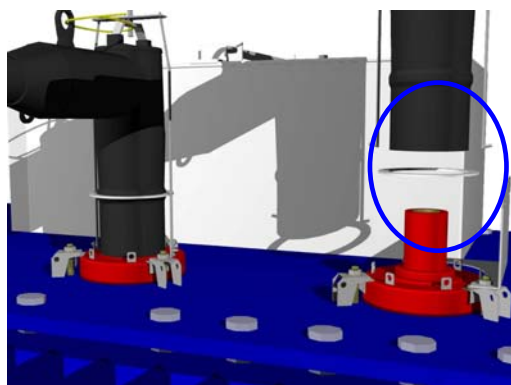

Figure 4.13
- Retirer la pièce de protection "F" (voir figure 4.13) placée à côté de la pièce "E" en dévissant les vis inoxydables à tête hexagonale M8 qui la fixent.